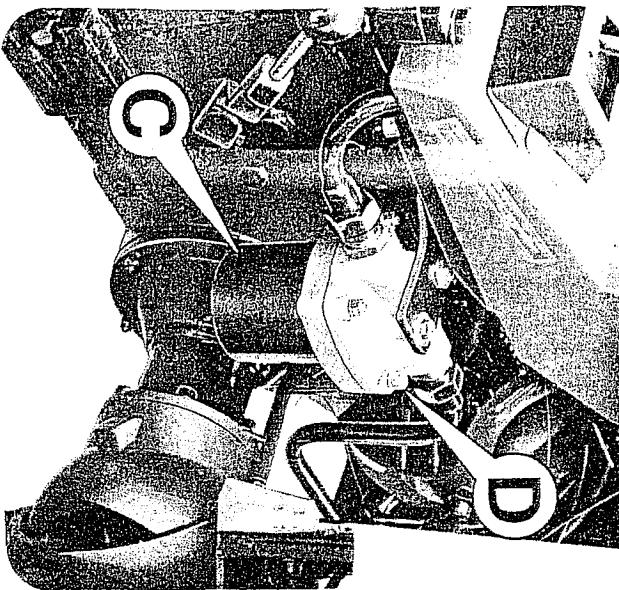
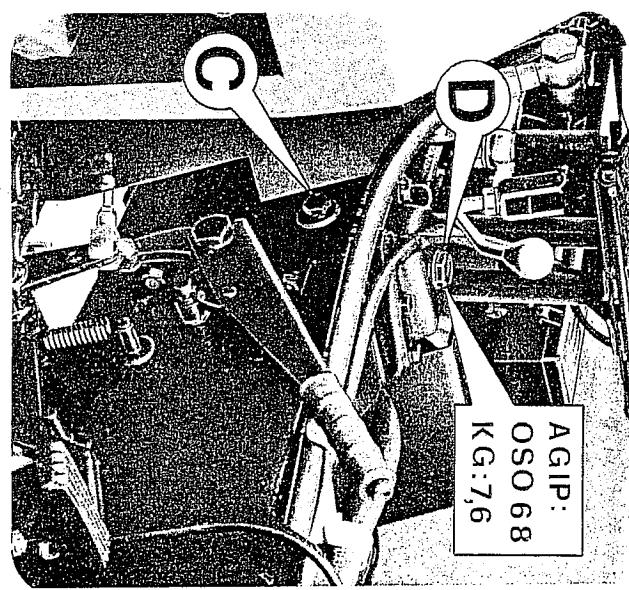
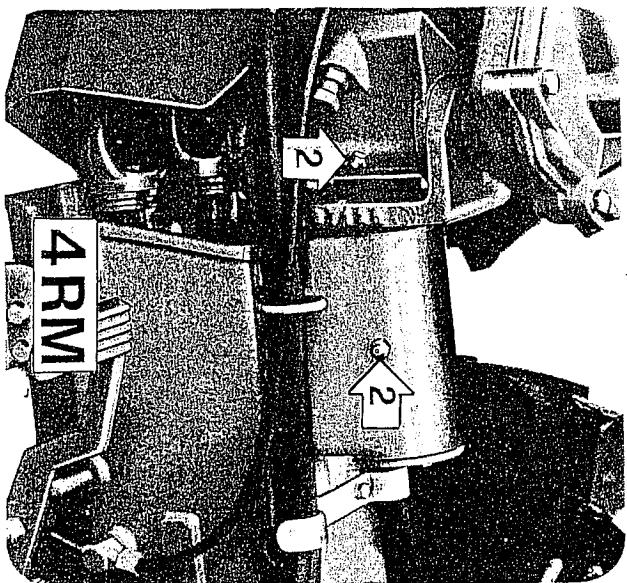

FIG. 24
FIG. 21
FIG. 25
Si esegue a macchina fredda ed in piano. Il livello olio deve sfiorare il bordo inferiore del foro per il tappo di livello A (FIG. 21). Quando il livello è più basso del bordo del foro occorre aggiungere olio dal tappo D posto all'interno del cruscotto (FIG. 22) usando il tipo riportato in (FIG. 22) o in tabella a pag. 24.
- Verificate il livello olio carter posteriore. Si esegue a macchina fredda ed in piano. Il livello olio deve sfiorare il bordo inferiore del foro per il tappo C (FIG. 24).
- Quando il livello è più basso del bordo del foro occorre aggiungere olio dal tappo D (FIG. 24), usando il tipo riportato in (FIG. 24) o in tabella a pag. 24.
Oil level must reach lower edge of plug A hole (FIG. 21).
- Oil level must reach lower edge of level plug C hole (FIG. 24). When level reaches below this hole add oil of the type shown in FIG. 24 or in table page 24 from plug D (FIG. 24).
Cette opération doit être effectuée à froid et avec le tracteur en position horizontale. Le niveau de l'huile doit affleurer le bord inférieur de l'orifice du bouchon de niveau A (FIG. 21). Lorsque le niveau est au dessous du bord de l'orifice, il faut ajouter de l'huile par l'orifice du bouchon D située dans le tableau de bord (FIG. 22); utiliser de l'huile du type indiqué sur la table de l'huile de l'orifice du bouchon de niveau A (FIG. 24).
Se realiza con el tractor firto y en terreno llano. El nivel del aceite debe rozar el borde inferior del agujero para el tapón de nivel A (FIG. 21). Cuando el nivel esté por debajo del borde del agujero, es necesario añadir aceite por el tapón D (FIG. 24) usando el tipo indicado en la FIG. 24 o en la tabla de pag. 24.
Let oil drain out of plug B (Fig. 25); then refill with fresh oil through plug D (Fig. 24). Quantity and quality to be per same picture.
Cette opération s'effectue à moteur chaud et sur une surface horizontale, avec les bras du relevage complètement abaissés; faire couler l'huile par le bouchon b (Fig. 25) et remplir avec l'huile neuve par l'orifice du bouchon D (Fig. 24); la quantité et la qualité de l'huile à employer sont indiquées sur la même figure.
Se realiza con el tractor caliente y en terreno llano y con los brazos del elevador completamente bajados, haciendo fluir el aceite por el tapón B (Fig. 25) y poniendo aceite nuevo por el tapón D (Fig. 24) en la cantidad y calidad indicadas en la misma figura.